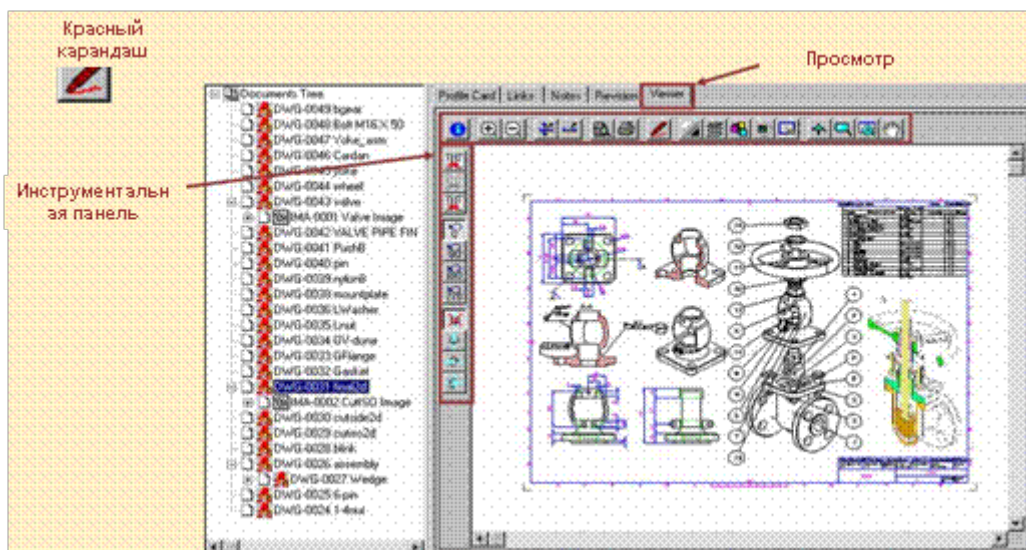

Рис.17.2..
- Отображение 2D рисунка осуществляется нажатием на закладку Viewer выбранного объекта (рис.17.2).